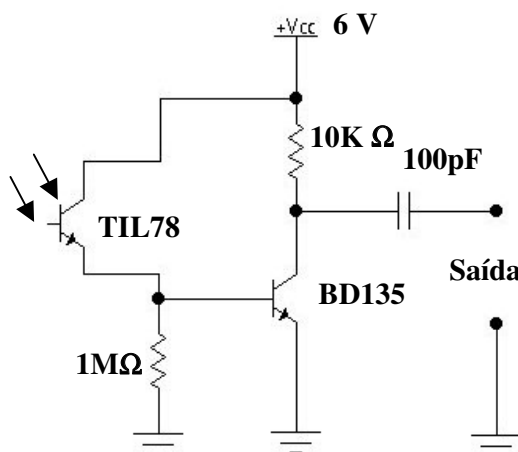

Figura 2 – Circuito Receptor
-Este circuito recebe o sinal luminoso através do foto-transistor TIL 78. O sinal é recomposto então na saída (coletor do BD135) como mostra a Figura 2 e a Foto 2 abaixo.